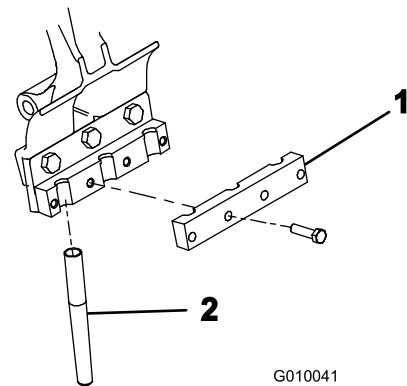

Рисунок 26
- К каждому держателю зубьев свободно прикрепите 4 болтами ($3/8 \times 1/2$ дюйма) зажим зубьев (Рисунок 26). Не затягивайте болты.